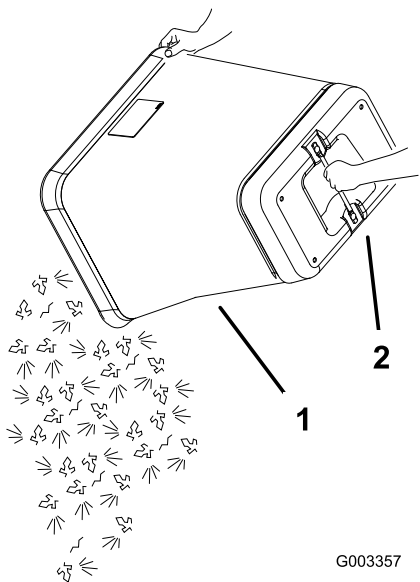

Figura 55
6. Afferrate la maniglia sotto il cesto e ribaltate il cesto per vuotarlo (Figura 55).